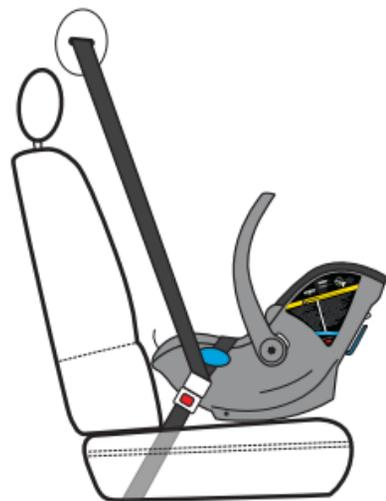

Figure 70
Si vous ne parvenez toujours pas à déplacer le porte-bébé de manière à ce que la ligne de référence bleue soit parallèle au sol, retirez la ceinture de sécurité du véhicule située à l'arrière du porte-bébé et laissez-la se rétracter dans une position contre l'avant du dossier du siège, comme illustré à la **Figure 70**. Déplacez ensuite le porte-bébé de sorte que la ligne de référence bleue soit parallèle au sol ou réessayez l'installation dans une autre position assise.
- N'enroulez PAS la ceinture d'épaule derrière ce porte-bébé. Laissez la ceinture d'épaule se rétracter dans une position contre l'avant du dossier du siège du véhicule, comme illustré à la **Figure 70**.